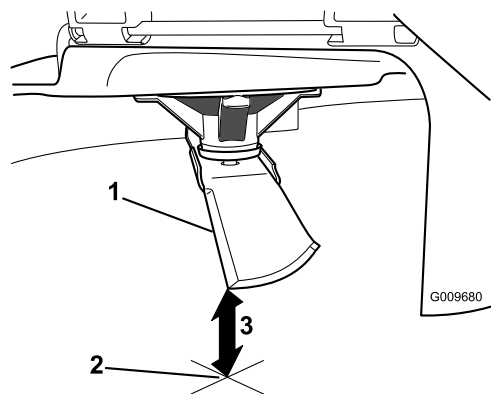

Figura 55
5. Misurate dalla punta della lama alla superficie piana (Figura 55).